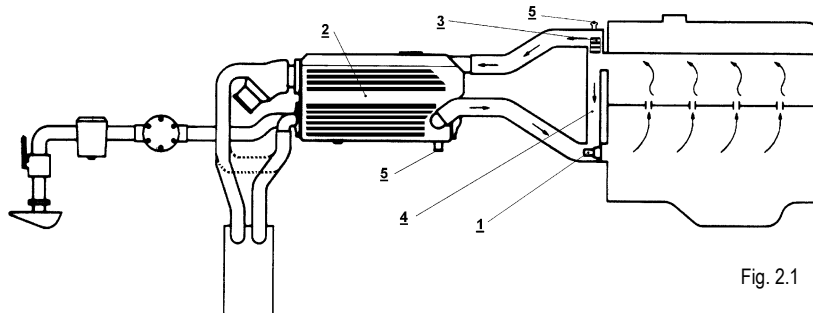

Fig. 2.1
2.2.1 FÄRSKVATTENSYSTEM (fig. 2.1)